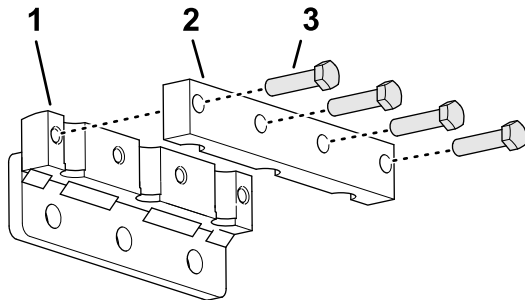

Figura 40
1. Monte, sem apertar totalmente, a barra de fixação dos dentes ao suporte de dentes (Figura 40) com 4 parafusos (3/8 pol. x 1 1/2 pol.). Não aperte os parafusos.